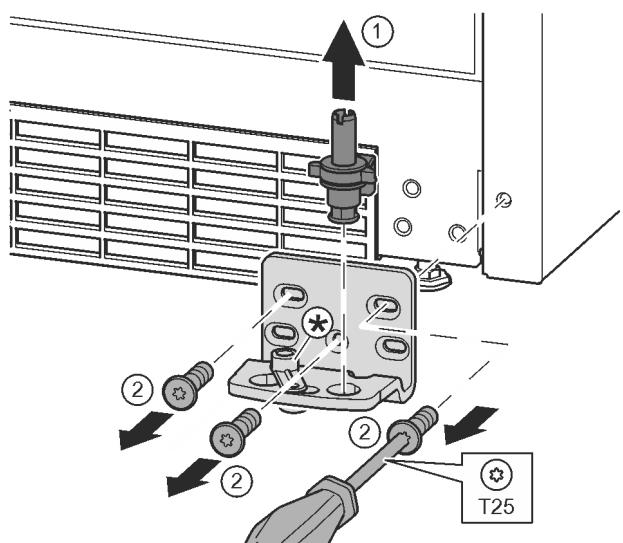

Fig. 16
- ▶ 将轴承螺栓完全向上拉出。Fig. 16 (1)
- ▶ 用 T25 螺丝刀将螺钉旋开并取下托架 Fig. 16 (2)